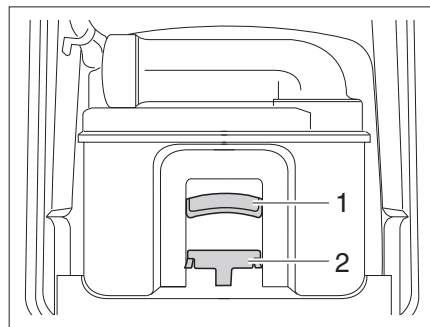

Fig. 239 Cassette Thetford
- Accionar el desbloqueo (Fig. 239,1) y extraer el inodoro cassette sujetándolo del asidero (Fig. 239,2).